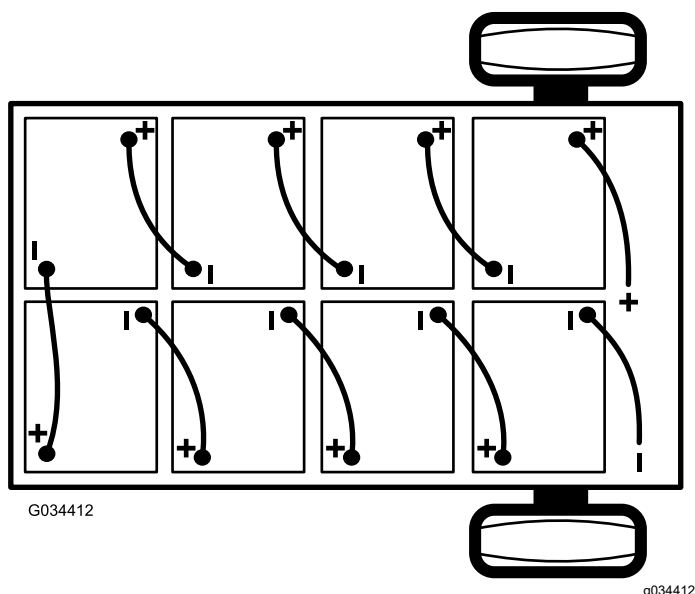

Figura 40
6. Conectați bateriile împreună așa cum este prezentat în Figura 40 cu ajutorul cablurilor de interconectare ale bateriilor pe care le-ai îndepărtat la pasul 1.
2. Deconectează cablul principal negativ al bateriei (negru) care leagă banca de baterii de punctul de legare la sarcină al mâinii (Figura 40).
3. Deconectează cablul pozitiv principal al bateriei (roșu) care leagă banca de baterii de contactorul principal al mâinii (Figura 40).
Notă: Fii atent la polaritatea bateriilor când montezi noile baterii (Figura 40).
2. Conectați cablul pozitiv principal al bateriei (rou) între banca de baterii și maină (Figura 40).
3. Conectați cablul principal negativ al bateriei (negru) între banca de baterii și maină (Figura 40).